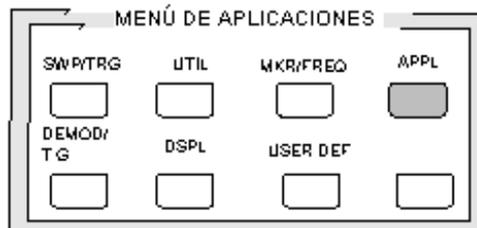

Figura 16. Menú de aplicaciones.
4. **Menú de aplicaciones** (APPL), Figura 16. Las diferentes opciones que aparecen al seleccionar este menú se muestran en la Tabla 4.